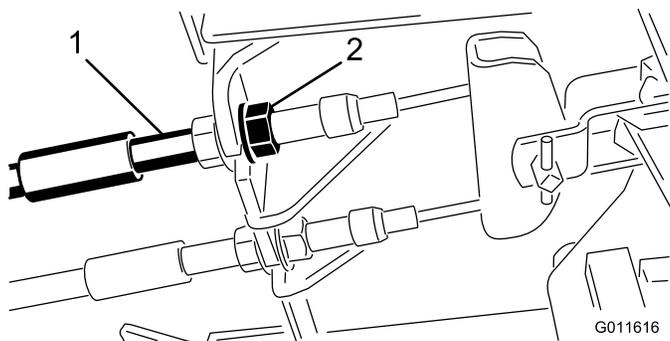

Bild 74
1. Ziehen Sie zum Reduzieren des Spiels der Bremspedale die Bremsen fester – lockern Sie dazu die vordere Mutter am Gewindeende des Bremszugs (Bild 74).